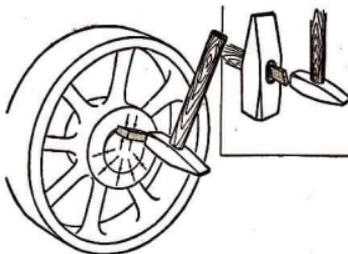

Bild 3
**Aufgaben:** 2. Erläutere, welche Ähnlichkeit zwischen dem Befestigungskeil in Bild 3 und dem Hammerkeil besteht!